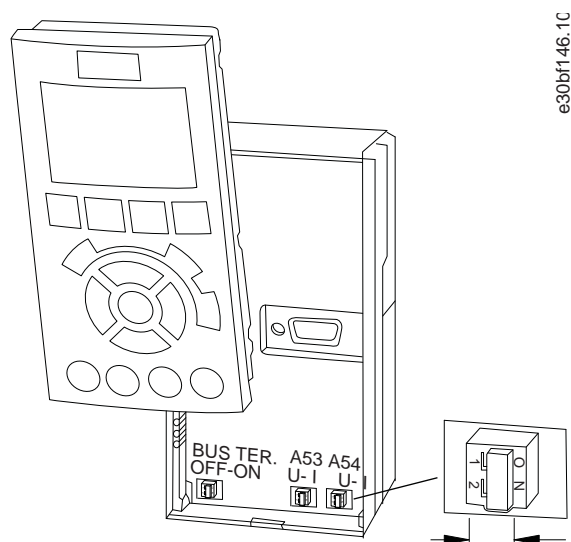

Рисунок 39: Расположение переключателей A53 и A54
4. Установите переключатели A53 и A54 в положение, соответствующее выбранному типу сигнала (U = напряжение, I = ток). См. Рисунок 39.